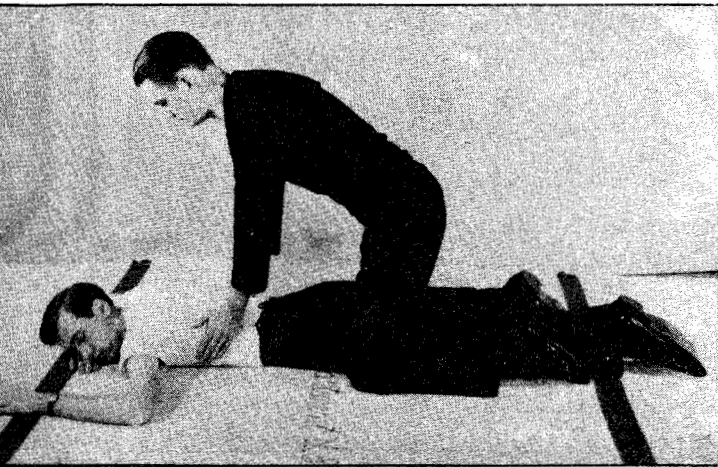

FIGURE 2
3. WITH ARMS HELD STRAIGHT, SWING FORWARD SLOWLY, SO THAT THE WEIGHT OF YOUR BODY IS GRADUALLY BROUGHT TO BEAR UPON THE PATIENT. THE SHOULDER SHOULD BE DIRECTLY OVER THE HEEL OF THE HAND AT THE END OF THE FORWARD SWING. (SEE FIG. 2.) DO NOT BEND YOUR ELBOWS. THIS OPERATION SHOULD TAKE ABOUT TWO SECONDS.